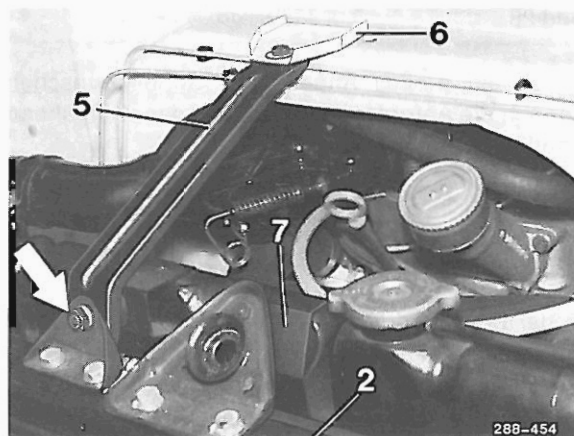

Bild 23
Für größere Wartungs- und für Reparaturarbeiten ist unterhalb der Wartungsklappe die Reparaturklappe vorhanden. Vor dem Öffnen ist die Abstützstrebe (5) vorn zu lösen (Bild 23).